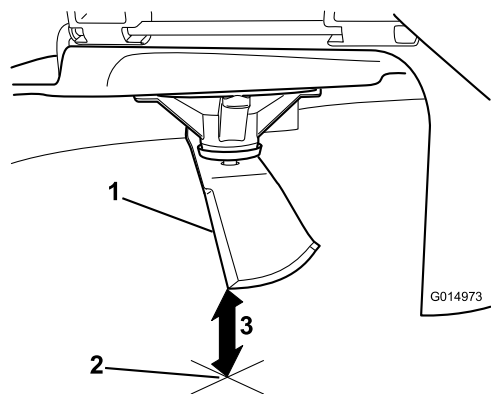

Figura 106
5. Meça da ponta da lâmina até à superfície plana (Figura 106).